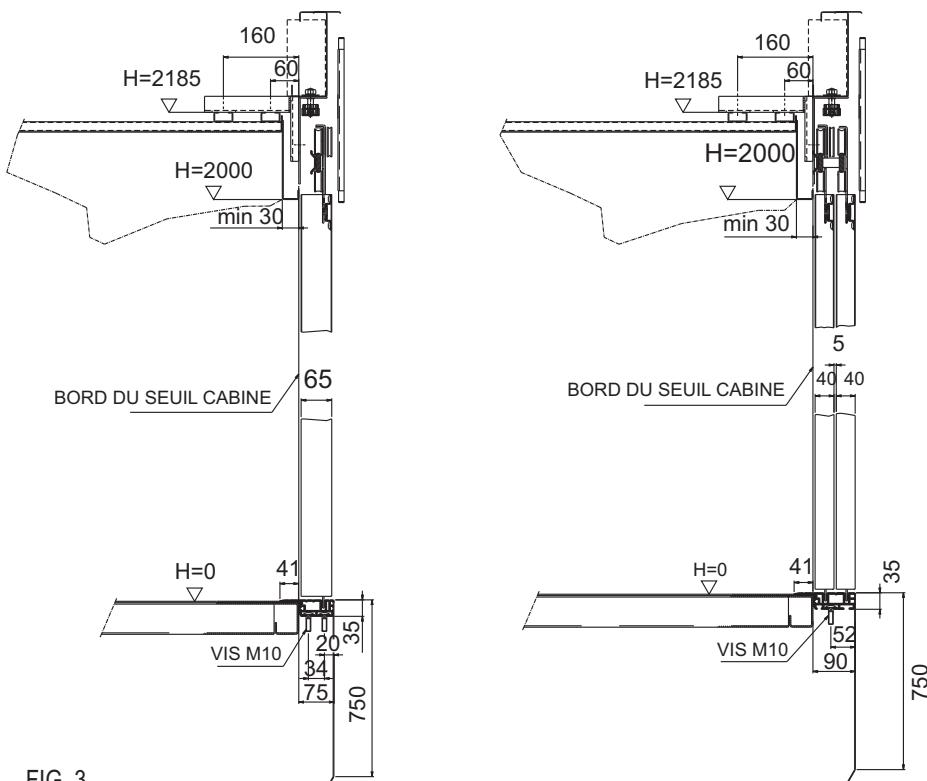
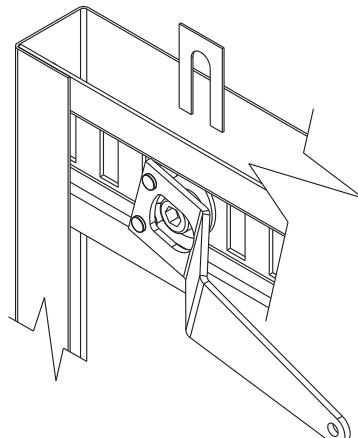

FIG. 3
FIG. 4
Les informations concernant la position des portes sont indiquées à l'aide de trois contacts magnétiques monostables (NO), RA-RC-EC qui relèvent respectivement le début de ralentissement en ouverture, le début de ralentissement de fermeture et la fin de la fermeture (Voir Figure 3).
2. Fixer l'opérateur à l'aide de brides sur le toit de la cabine, en l'alignant avec le seuil de la cabine. Bien serrer les vis de fixation (voir Figure 3)
3. Fixation des vantaux de la cabine. Après avoir fixé tous les vantaux (voir fig. 4), vérifier les espaces entre les vantaux et l'entrée de la cabine et entre le seuil et chaque vantail (Voir fig. 3). Dans le cas où les espaces ne sont pas corrects (5 mm) employer les cales destinées à cet usage pour positionner les vantaux dans la position exacte.